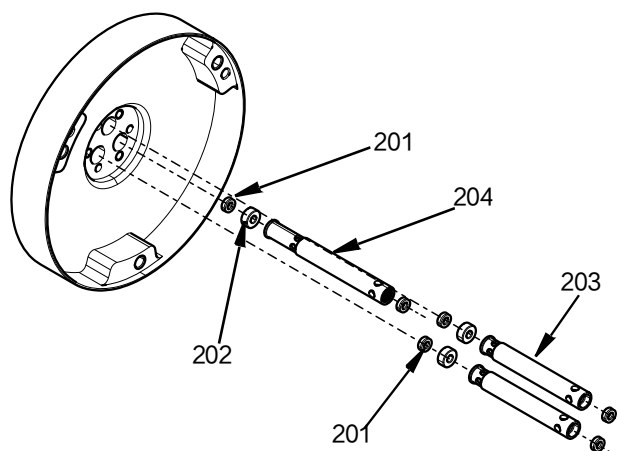

FIG. 26
6. 将入口密封隔圈 (203) 和回流密封隔圈 (204)、杆密封 (201) 和杆轴承 (202) 插入中部机身。要安装杆密封件, 参见密封件插入和拆除工具套件, 25T489 (第 32 页)。请注意, 较长的回流密封隔圈 (204) 放置在腔室 III 中, 如中部机身的前面所示。参见 FIG. 26。